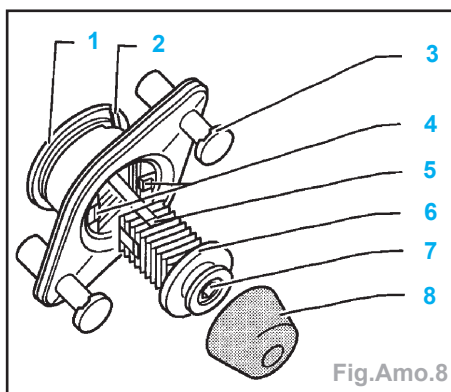

Fig.Amo.8
- Déboîter le goujon d'expansion (3) à l'aide d'un petit tournevis en l'appliquant à la rainure de démontage et extraire la butée élastique de réglage (8) de son logement, dans le capot arrière (Fig.Amo.8).
- Dévisser la vis d'emprisonnement (hexagone intérieur 3 mm) (7) jusqu'au bord de la glissière d'encastrement (6).